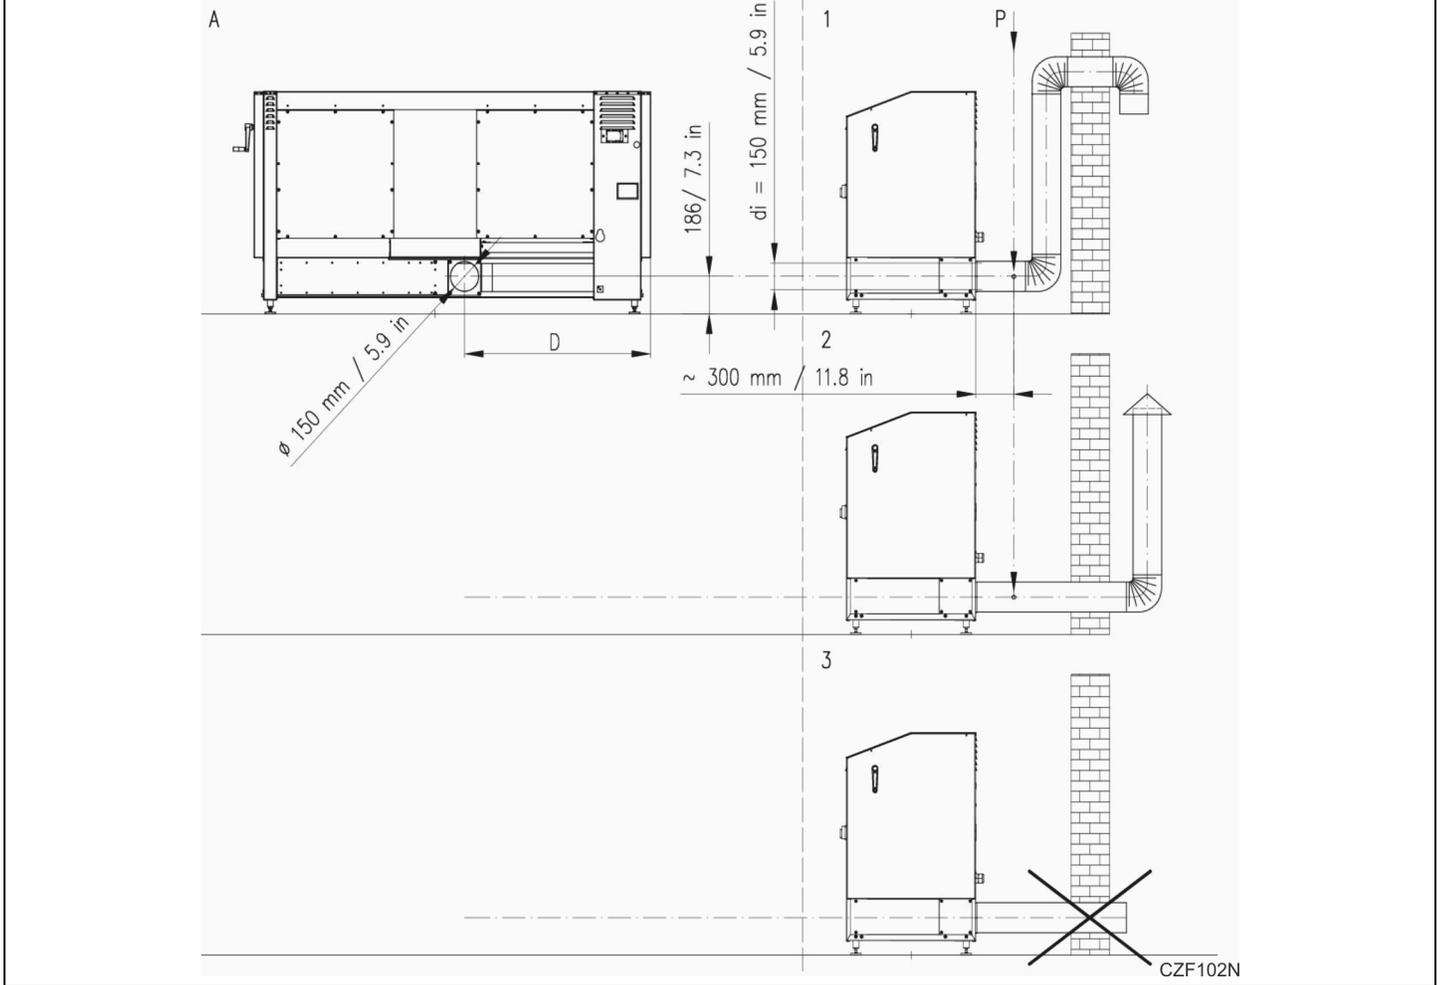
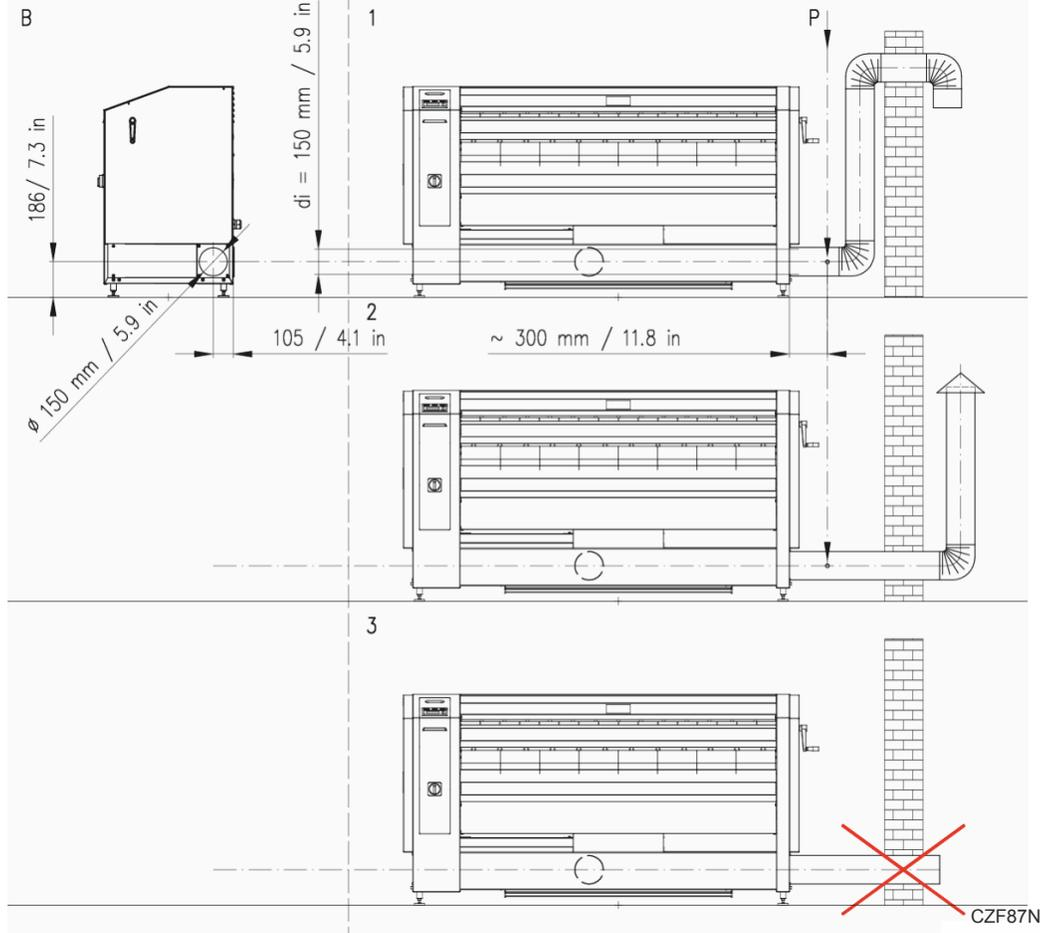
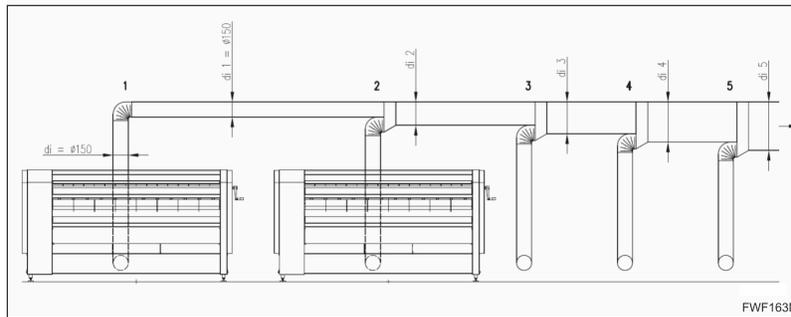

Abbildung 11
Abbildung 12
Abbildung 13
Parameter zu Abbildung 11 und Abbildung 12
- A - Dampfabzug hinten: *Abbildung 11*
- B - Dampfabzug rechts: *Abbildung 12*
- Die Abmessungen und andere Parameter, die die Installation des Abluftsystems betreffen, sind in den obigen Abbildungen dargestellt in *Abbildung 11*, *Abbildung 12*, *Abbildung 13* und in *Tabelle 10*, *Tabelle 4*, *Tabelle 9*.
- Der Dampfaustritt muss getrennt von anderen Rohrleitungen geführt und gemäß *Abbildung 11* oder *Abbildung 12* auf kürzestem Weg aus dem Gebäude heraus geführt werden.
Parameter für Abbildung 13